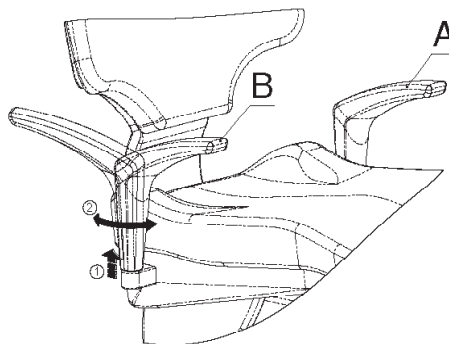

Abb. 19
Zum Drehen der Armlehne (B) muss diese zunächst ein wenig angehoben werden (ohne sie ganz abzunehmen), um sie zu entriegeln. Anschließend kann sie bis zum Anschlag (bis zur äußersten Position) gedreht werden, wo sie dann wieder einrastet. Um die Armlehne wieder in ihre ursprüngliche Stellung zu bringen, reicht es aus, sie erneut anzuheben und wieder nach innen zu drehen, bis sie automatisch einrastet. (Abb. 19).